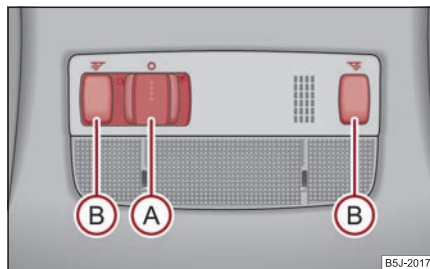

Fig. 52 Imagine din plafon: iluminarea interioară față
- Apăsați comutatorul  spre dreapta în poziția  fig. 52.
- Apăsați întrerupătorul **(B)** ⇒ fig. 52, pentru a aprinde sau stinge lumina de citit din dreapta, respectiv din stânga.